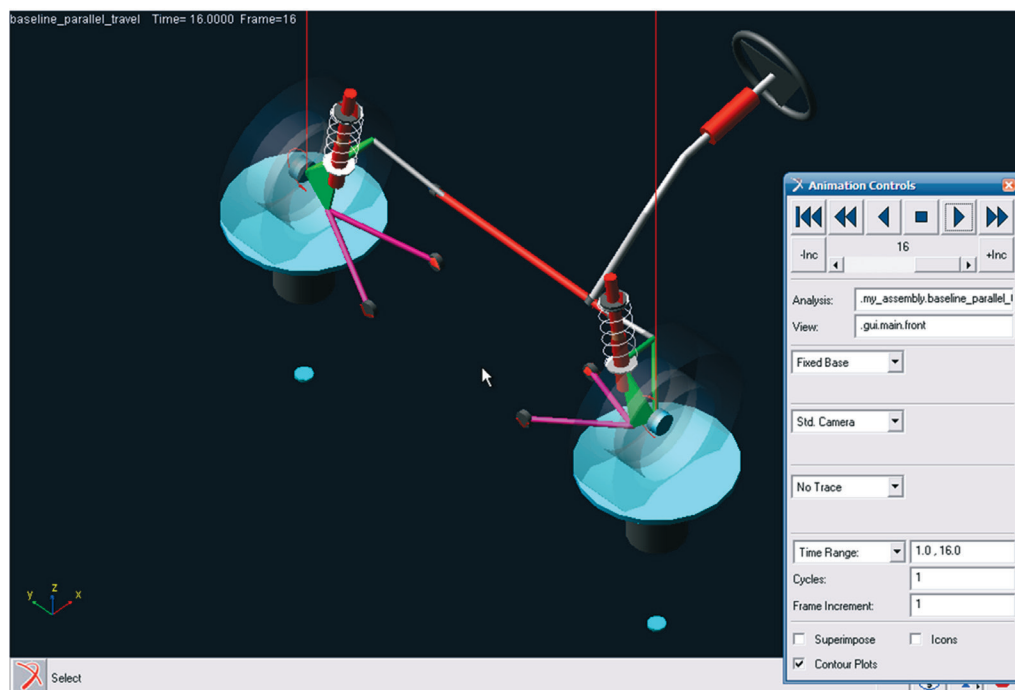

Figura 4.144 – Pannel de controle das animações.
- Preencha os campos da janela *Animation Controls*, conforme ilustrado na Figura 4.144.